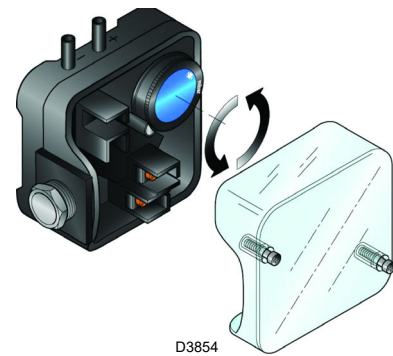

Fig. 28
- Regular el presostato aire (Fig. 28) en el inicio de la escala.
Efectuar la regulación del presostato aire, después de haber efectuado todas las demás regulaciones del quemador, con el presostato aire ajustado al inicio de la escala (Fig. 28).